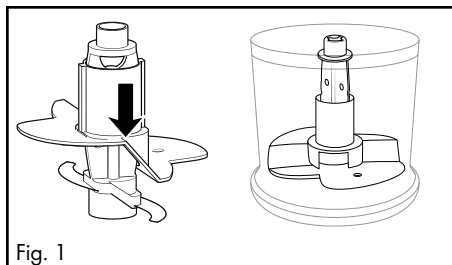

Fig. 1
- Para 100 ml de natas, coloque-o no porta-lâmina 5, de modo que o disco para emulsionar 10 assente e encaixe nas duas lâminas 7 (fig. 1):